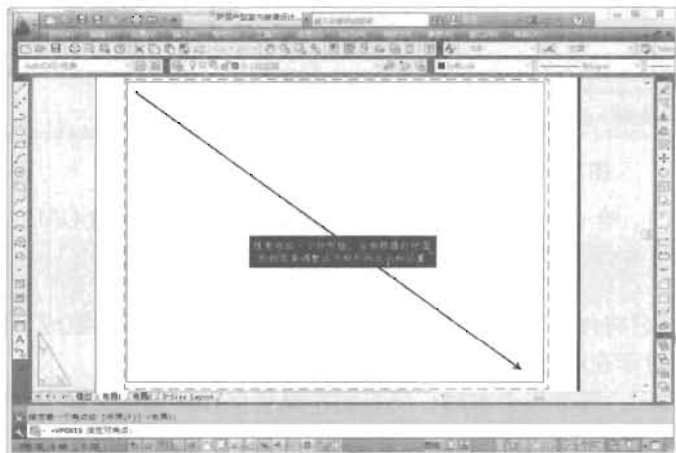

图 16-39
(3) 从“标准视口”框中选择“单个”，再单击“确定”按钮，然后在布局内拖曳鼠标以创建一个视口，如图 16-39 所示，该视口用于显示“会议室 A 立面图”。